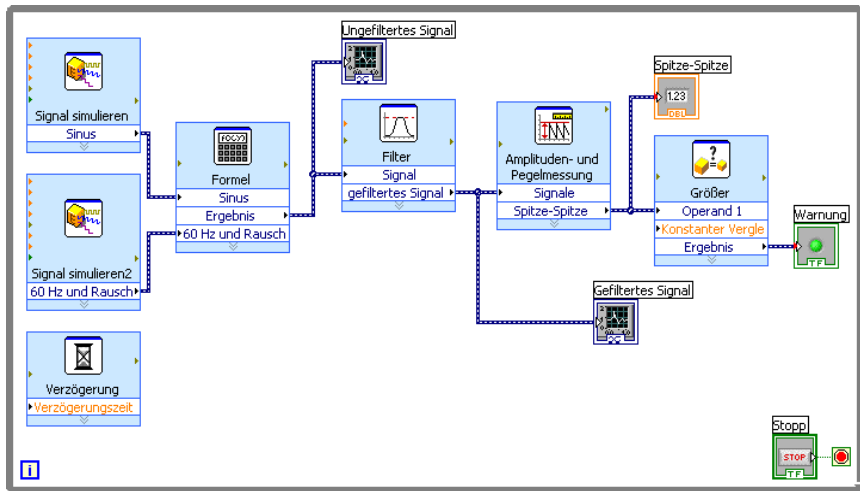

Abbildung 3-5. Blockdiagramm des VIs “Warnanzeige”
1. Ziehen Sie den Anschluss **Warnung** rechts neben das Express-VI “Vergleich”, das nun “Größer” heißt. Achten Sie darauf, dass sich das Symbol **Warnung** in der Schleife befindet (vgl. Abbildung 3-5).
Ihr Blockdiagramm sollte jetzt in etwa aussehen wie Abbildung 3-5.